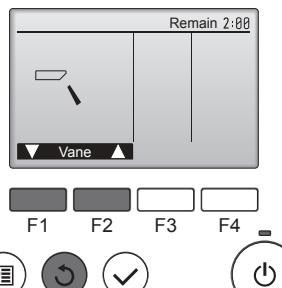

Fig. 8-4
- Натисніть кнопку [ВИБРАТИ] для демонстрації екрану вентилятора, а потім натисніть кнопки [F1] і [F2] для перевірки автоматичного обертання вентилятора. (Fig. 8-4)